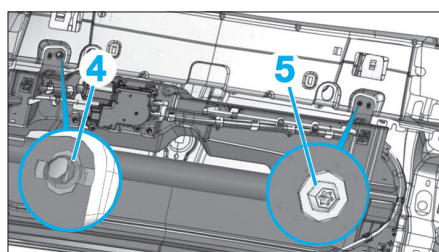

Fig. 130
- Déposer la vis (4) (Fig.130).
- En effectuant 1/4 de tour, déposer l'agrafe (5).